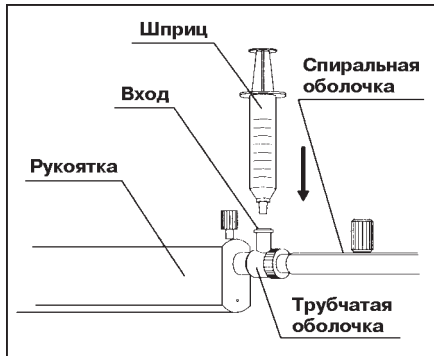

Рис. 3.7.
1. Откройте корзинку, присоедините стерильный шприц к входу для введения жидкостей и введите контрастное вещество. Убедитесь в том, что контрастное вещество вытекает только из отверстия на дистальном конце инструмента (см. рис. 3.7).